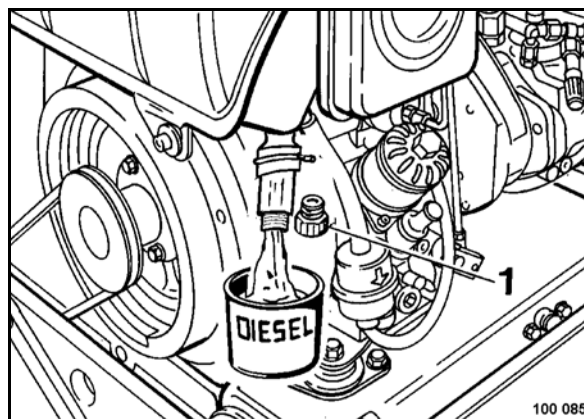

Рис. 81
- Вывинтить резьбовую пробку сливного отверстия (1) (Рис. 81) и уловить топливо.